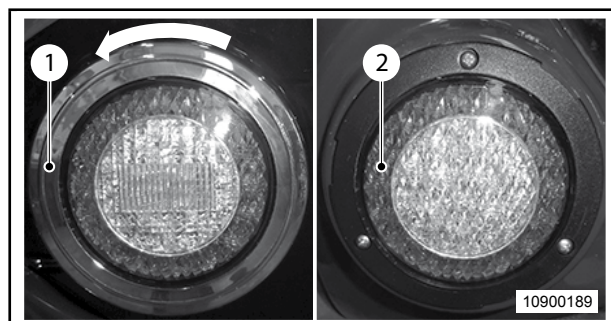

Abb. 46 Lampenwechsel am Heckleuchenträger
1. Den Chromring (Abb. 46, Pos. 1) an der Heckleuchte nach links drehen und abnehmen.
2. Die Schrauben des Rückstrahlers (Abb. 46, Pos. 2) lösen und den Rückstrahler (Abb. 46, Pos. 2) vorsichtig herausziehen.